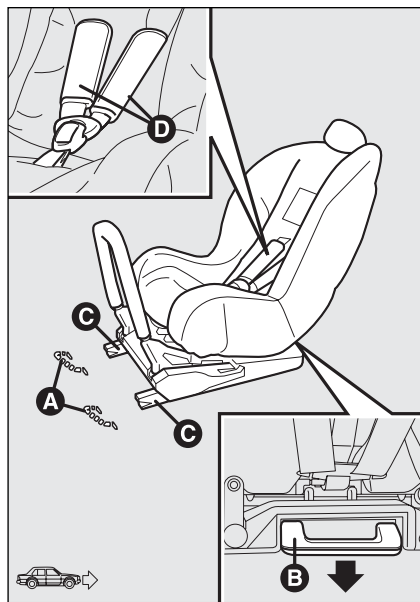

fig. 15
Pour les enfants qui appartiennent à ce groupe de poids (jusqu'à 13 kg) le siège-enfant est tourné en arrière et l'enfant est retenu par les ceintures **D**-fig. 15 du siège-enfant.
- ☐ s'assurer que le levier de désancrage **B**-fig. 15 soit en position de repos (rentrée);